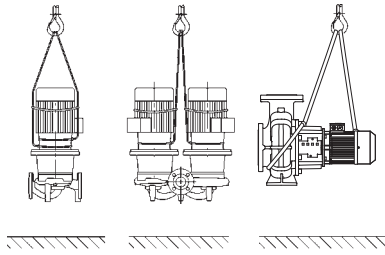

Fig. 6: Transporte da bomba
- Os olhais de transporte no motor só servem para guiar o suporte da carga (Fig. 6).